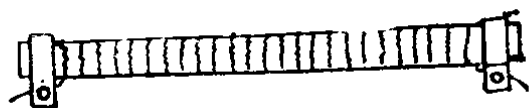

图 1-3
1.某电炉(图1-3)的加热元件(螺旋线)是用长28米和直径0.4毫米的康铜丝绕成,问加热元件的电阻是多少?